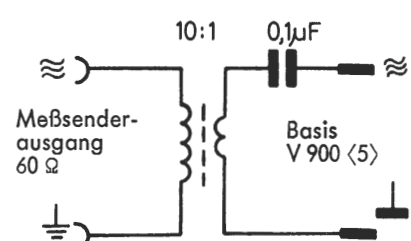

Fig. 14
2. Beim FM-ZF-Abgleich auf der ZF-Platte muß der Meßsenderausgang über einen Trenntrafo angeschlossen werden, Fig. 14. Das Verhältnis Primärwindungszahl zu Sekundärwindungszahl soll 20 : 2 Windungen betragen. Es darf keine galvanische Verbindung zwischen Meßsendererde und Empfängermetalle bestehen. Die Verbindung zu L 800 muß abgetrennt werden. Hochohmiges Voltmeter  $R_i \geq 50 \text{ k}\Omega/\text{V}$  parallel zu C 931/C 932 anschließen. Die Spannung soll etwa 0,5 V betragen, <6> Fig. 2.
2. For FM-IF alignment on the IF board the signal generator output must be connected via an isolating transformer, fig. 14. The proportion of the number of primary windings and the number of secondary windings must be 20 : 2. A galvanic connection between signal generator ground and receiver ground must be avoided. Remove the connection to L 800. Connect a voltmeter  $R_i \geq 50 \text{ k}\Omega/\text{V}$  parallel to C 931/C 932. The voltage shall amount to about 0.5 volts, <6> fig. 2.
mit Trafo/with transformer 10 : 1 Fig. 14